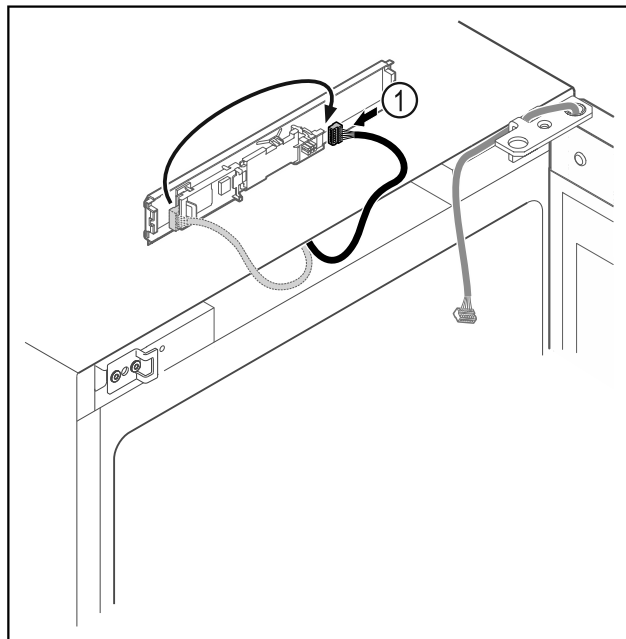

Fig. 8
- ▶ Flytta kontakten Fig. 8 (1) till kretskortet.